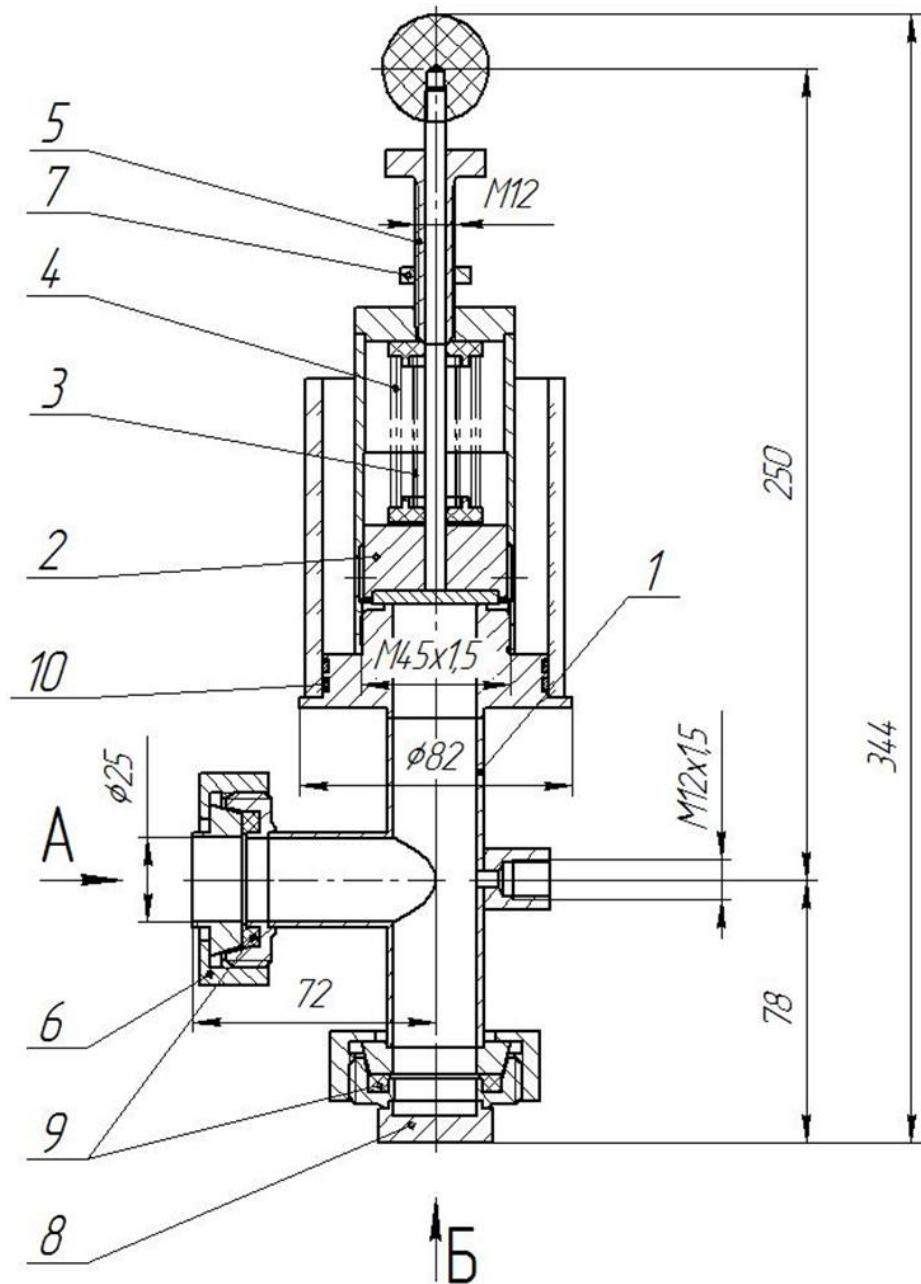

Рис.1
4.1. Шпунт-аппарат (рис. 1) состоит из корпуса (1) с патрубком «А» для присоединения к пивному танку. В нижней части корпуса имеется патрубок «Б» с заглушкой (8) для присоединения дополнительной магистрали, обратного клапана, запорной арматуры и др. (при необходимости). В верхней части корпуса имеется седло, перекрываемое резиновой прокладкой клапана (2), который прижимается к седлу под действием пружин (3, 4), усилие которых регулируется винтом (5). В корпусе шпунт-аппарата